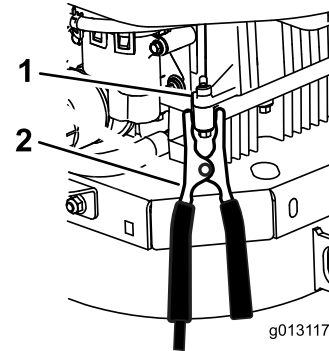

Figure 49
6. Faites la dernière connexion sur le bloc moteur de la machine en panne (pas à la borne négative de la batterie), loin de la batterie, et reculez-vous (Figure 49).